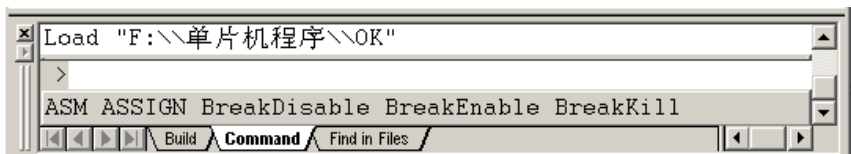

图 1-26 装载代码
15) 装载代码之后，开发环境下面显示如图 1-26 所示的信息。